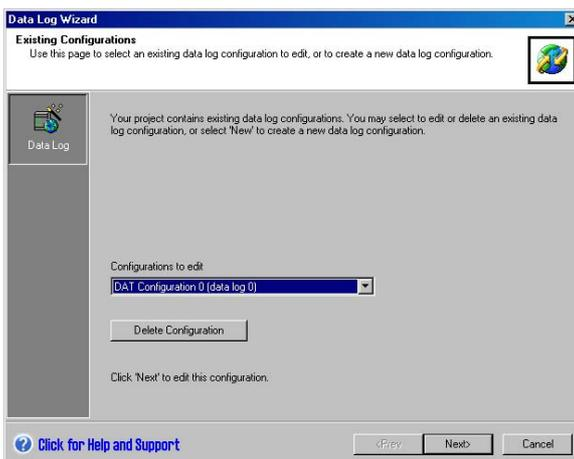

图14-4 编辑已有的数据归档配置
1. 如图14-4所示，点击下拉列表，选择一个已有的数据归档